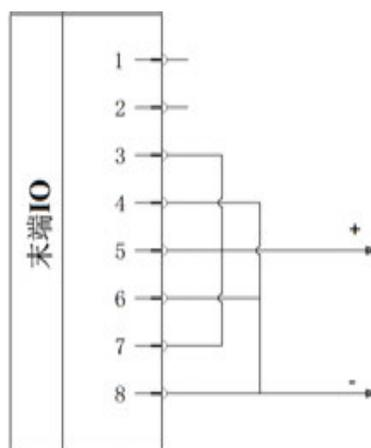

図 6-28 3 ピン電源モード
2. 結線方法：図 6-28 に示すように、電源線 (5 グレー) と TI1/T01/PWR1 線 (7 青) と TI3/T03/PWR2 線 (3 緑) を接続する、アース (8 赤) と TI0/T00/GND1 線 (6 ピンク) と TI2/T02/GND2 線 (4 黄色) を接続する。